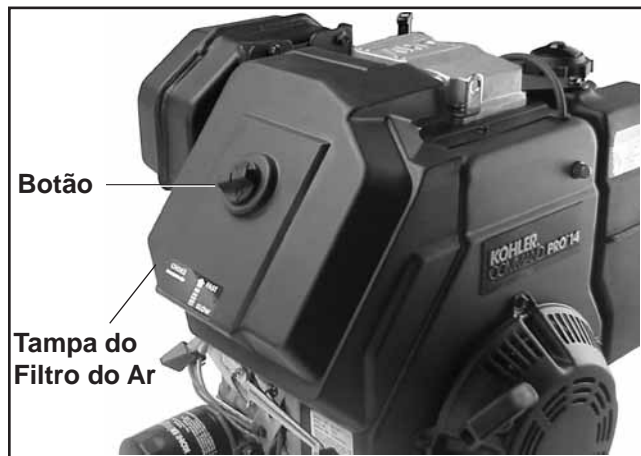

Figura 9-4. Retirar a Tampa do Filtro de Ar.
1. Retire o botão e a tampa do filtro de ar. Consulte a Figura 9-4.